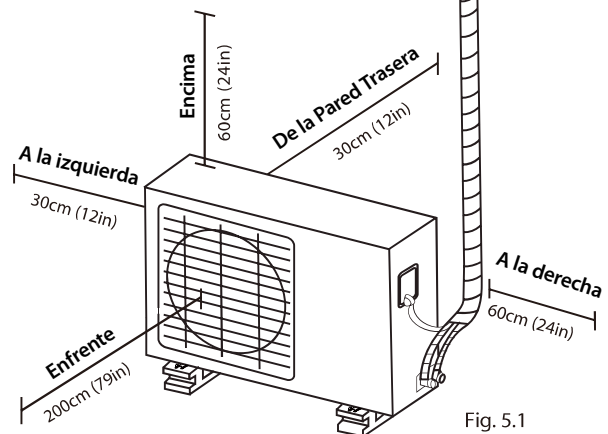

Fig. 5.1
- Conocer todo el espacio requerido mostrado en Los requisitos de espacios de instalación (fig.5.1)